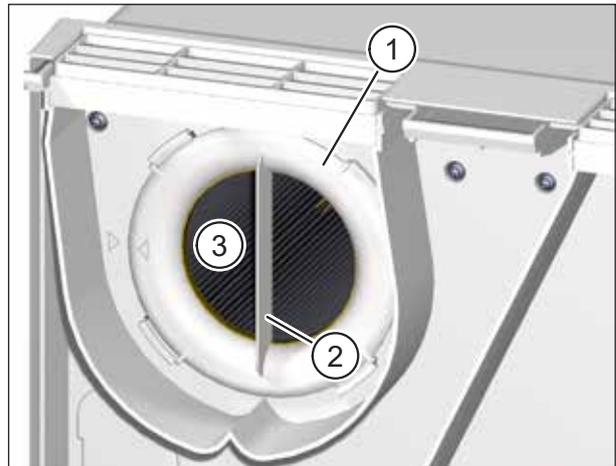

Abb. 21: Abluftfilter entfernen, Filterring reinigen
- ▶ Drehen Sie den Filterring (Pos. 1 in Abb. 21) an der Griffleiste (Pos. 2 in Abb. 21) gegen den Uhrzeigersinn, bis sich der Filterring aus den Halterungen gelöst hat.
- ▶ Ziehen Sie den Filterring zusammen mit dem Abluftfilter (Pos. 3 in Abb. 21) aus dem Lüftungsgerät heraus.